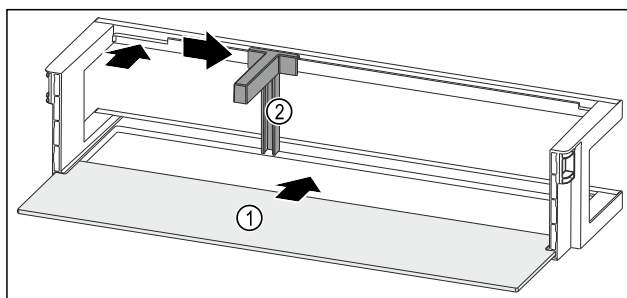

Fig. 166 Dveřní přihrádka s odkládací plochou
- ▶ Odkládací plochu Fig. 166 (1) zasuňte do bočních vybrání.
- ▶ Držák lahví Fig. 166 (2) vložte do vybrání.
- ▶ Držák lahví Fig. 166 (2) posuňte na stranu do požadované polohy.